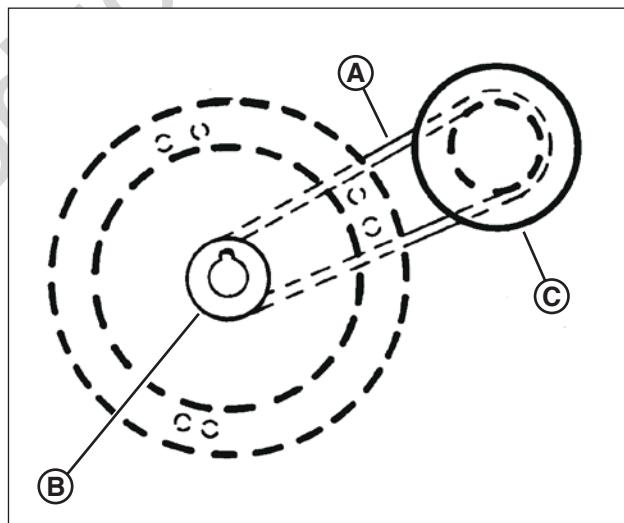

Figure 33 : Acheminement de la courroie d' entraînement du moteur
Sur les tondeuses auto propulsées, la courroie du moteur (**A**, Figure 33) transmet la puissance de la poulie du moteur (**B**) au disque d' entraînement (**C**). Le disque d' entraînement propulse la courroie poly-v, qui embraye la transmission qui propulse les roues arrières. Si ces courroies devenaient usées, elles pourraient causer un glissement, qui altérerait la performance de la tondeuse. L'état de la courroie du moteur et de la courroie poly-v devrait être vérifié toutes les 25 heures d'utilisation de la tondeuse.
2. Noter l'acheminement de la courroie (**B**, Figure 33). Il n'y a pas de poulie guide à déconnecter sur ces modèles.